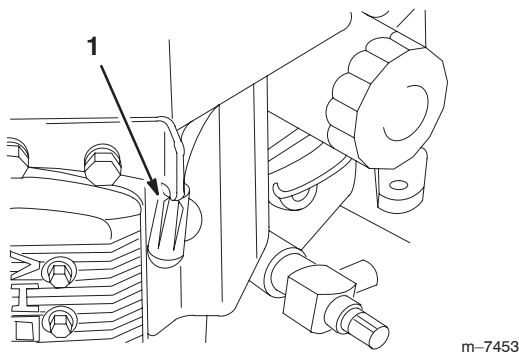

Figure 30
3. Débranchez les bougies (Fig. 30).
3. Branchez les bougies (Fig. 30).